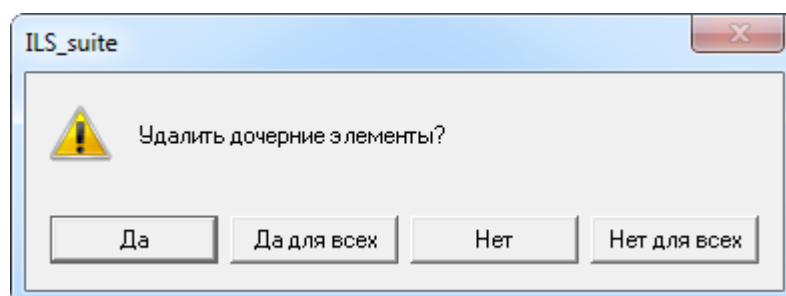

Рис. 20-27 – Вопрос об удалении объектов логистической структуры из базы данных
7) Для отказа от удаления нажать «Нет». Для удаления нажать «Да». В этом случае появится диалоговое окно с вопросом, удалять ли дочерние элементы из базы данных (рис. 20-27).